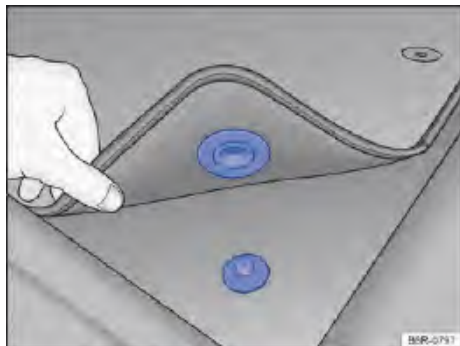

Fig. 22 Alfombra delantera del lado del conductor con fijación al perno de la alfombra.
- ✓ Acomodar bien la alfombra en la zona reposapiés del lado del conductor para que no obstruya la zona de los pedales. Dependiendo de la versión del vehículo, la alfombra delantera del lado del conductor puede tener fijación al perno de la alfombra → fig. 22.